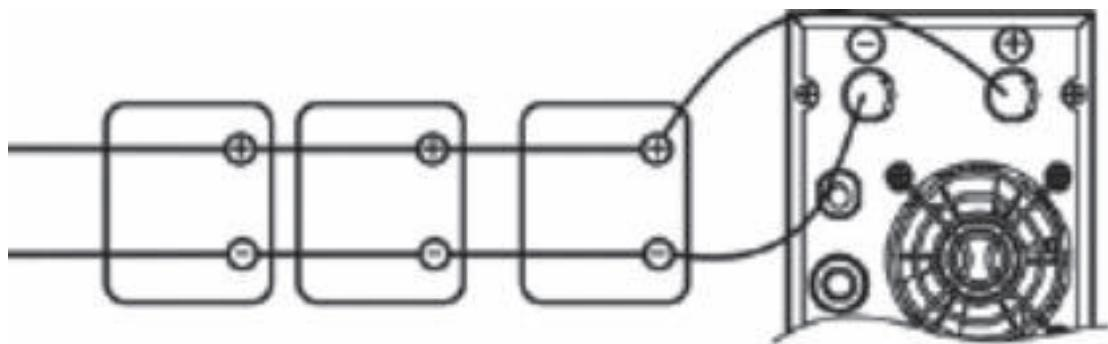

Рис. 3
**3) Подключение нескольких аккумуляторных батарей, соединенных параллельно (см. рис. 3):**